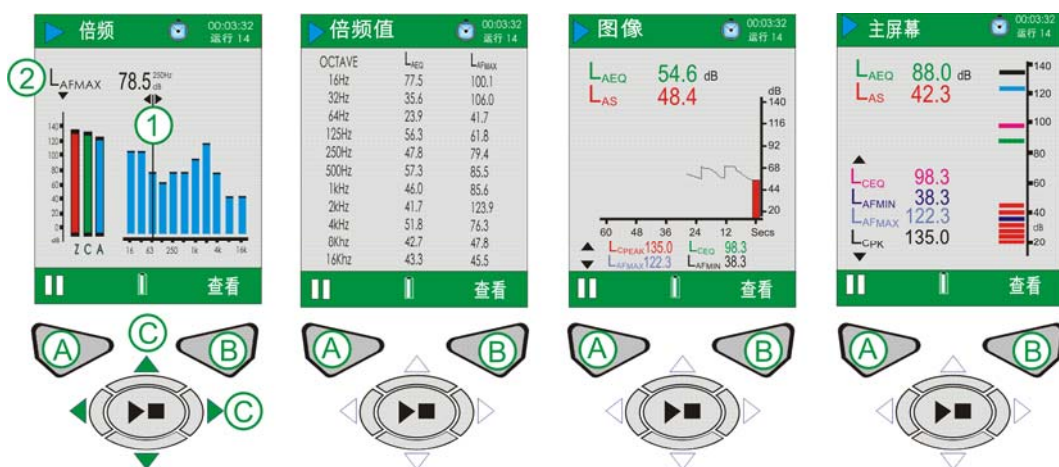

图 14 CEL-620B 主运行屏幕
CEL-620B (参见图 14) 。
CEL-620B 还可以提供其他两种倍频屏幕，如图 14 所示。使用“查看”键 (B) 可以在四种可用的屏幕之间进行切换。使用左/右光标键 (C) 可以在图像视图中移动频带 (1)。使用上/下光标键 (C) 可以在 LMAX 和 LEQ 参数 (2) 之间进行切换。